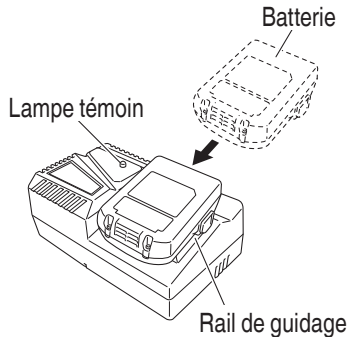

Fig. 8
2. Insérer la batterie dans le chargeur de batterie. Insérer la batterie dans le chargeur de batterie comme indiqué à la Fig. 8.